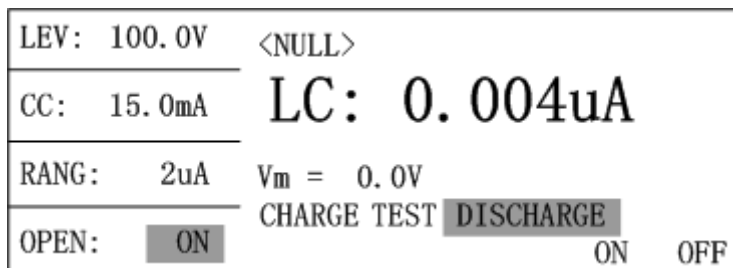

图 3-16 归零测试页面
在<MAIN INDEX>页面中, 用方向键将光标移动到“(5) W. V. TEST”处, 再按  软键则会进入<W. V. TEST>页面 (如图 3-16 所示)。